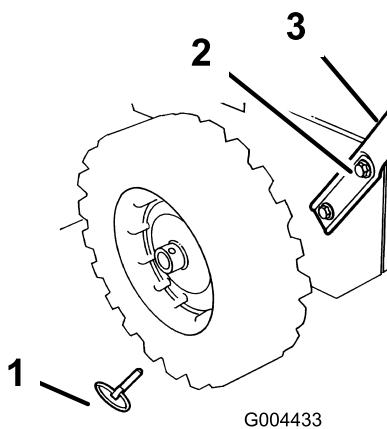

Figure 3
2. Retirez les goupilles d'essieu des deux roues et faites glisser ces dernières d'environ 3 cm vers l'extérieur (Figure 3).
5. Placez les trous du côté gauche du guidon en face de ceux du panneau latéral gauche, et fixez le guidon à l'aide de 2 vis d'assemblage et rondelles Belleville serrées à la main (Figure 3).